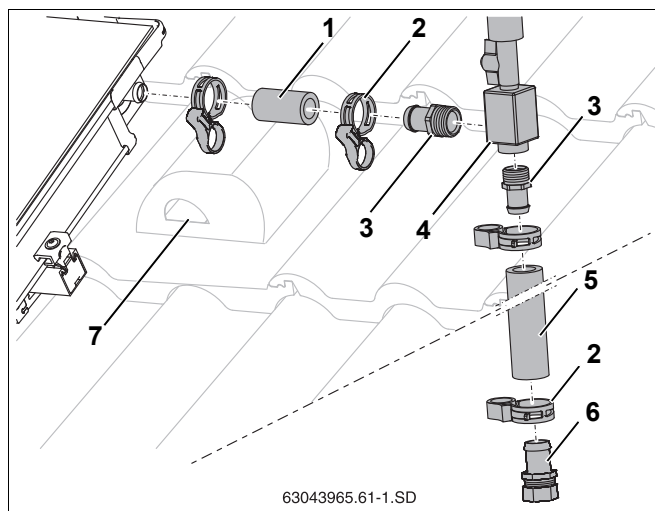

Рис. 57 Подключение воздушного клапана на крыше
- Наденьте короткий шланг (55 мм, рис. 57, поз. 1) на штуцер подключения подающей линии коллектора и зажмите пружинным хомутом.
- Заверните наконечники  $R\frac{3}{4}$  с кольцом (рис. 57, поз. 3) в воздухохоборник (рис. 57, поз. 4).
- До упора вставьте наконечники (рис. 57, поз. 3) в шланги (рис. 57, поз. 1 и 5) и зажмите пружинными хомутами (рис. 57, поз. 2).
- Вставьте наконечник с зажимным кольцом (рис. 57, поз. 6) в шланг солнечного коллектора до упора и зажмите пружинным хомутом.
- Проведите шланг солнечного коллектора вместе с проводом датчика через черепицу с вентиляционным отверстием (рис. 57, поз. 7) и изоляцию кровли.
- Подсоедините сборную линию к наконечнику шланга с зажимным кольцом (18 мм) (рис. 57, поз. 6).